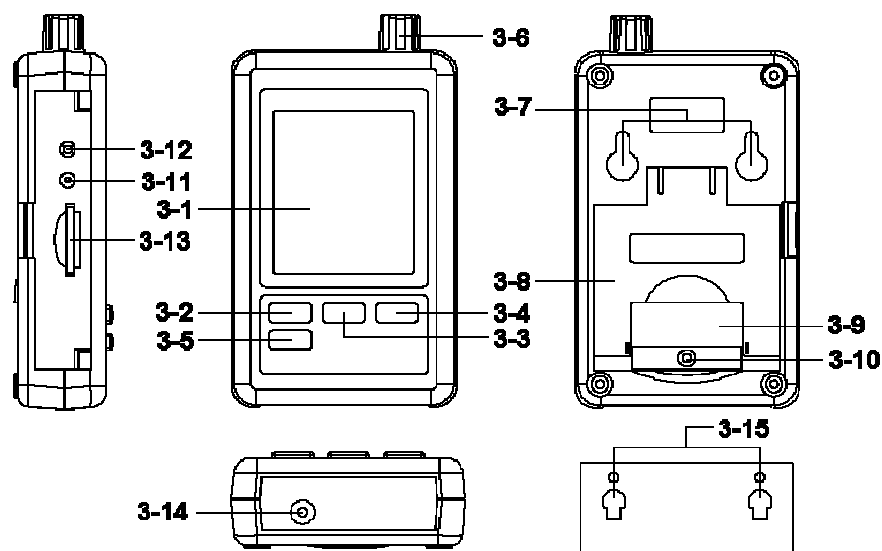

Fig.1
- * Allentare la "Vite del coperchio della batteria" (3-10, Fig. 1) e togliere il "Coperchio della batteria" (3-9, Fig. 1) dal misuratore.
2) Il " Display " (3-1, Fig. 1) visualizzerà tanto il valore dell'umidità come quello della temperatura rilevati dal sensore di Umidità / Temperatura (3-6, Fig. 1).
Prepari la memory card " SD " (da 1 GB fino a 16 GB, opzionale), inserisca la scheda SD nello "slot SD " (3-13, Fig. 1) seguendo la direzione corretta.
Prema il " tasto Logger (3-2, Fig. 1) > 2 secondi di seguito, fino a quando il display mostra l'indicatore "DATALOGGER"; rilascio il " Tasto Logger " (3-2, Fig.1), i dati della misura con le informazioni temporali saranno archiviate nella memoria.
Durante l'esecuzione della funzione di Datalogger (il display mostra l'indicatore " Datalogger "), prema il " Tasto Logger " (3-2, Fig. 1) di seguito per due secondi, fino a quando l'indicatore del display " DATALOGGER " scompare; rilasci il " Tasto Logger" e la funzione di Datalogger terminerà.
Prema il " Tasto Time " (3-3, Fig. 1) > 2 secondi di seguito; il display LCD visualizzerà l'informazione di Anno/Mese/Giorno, Ora/Minuto/Sec. e il valore della prova.
- 1) Dopo aver eseguito la funzione Data Logger, togliere la scheda SD dalla " fessura della scheda SD " (3-13, Fig. 1).
Quando non c'è la funzione Datalogger, prema il "Tasto SET" (3-5, Fig. 1) per 2 secondi per accedere alla "Modalità di Configurazione"; quindi rilasci il "tasto SET" e di seguito prema il "tasto SET" (3-5, Fig. 1) una volta mentre appare la sequenza delle sette funzioni principali: